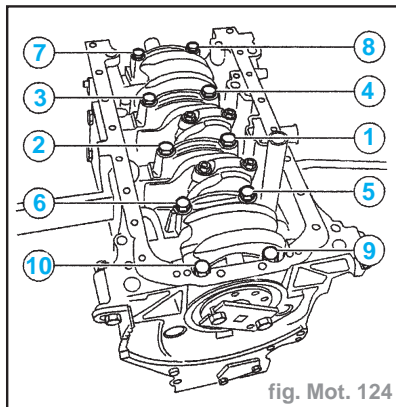

fig. Mot. 124
- Serrer les vis en respectant l'ordre et le couple de serrage (fig. Mot. 124).